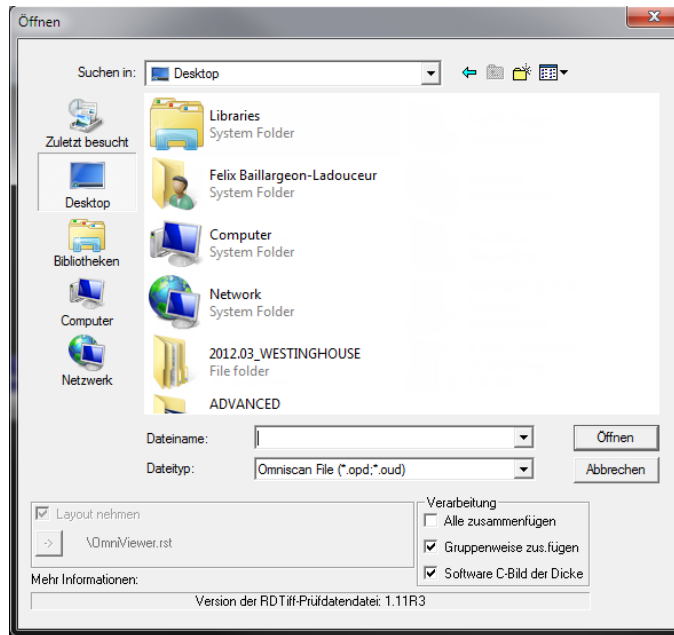

Abbildung 6-2 Dialogfeld Öffnen
1. Klicken Sie in der **Komponenten-Symbolleiste** auf die Schaltfläche  (Umsetzung von OmniScan-Dateien) (siehe Abbildung 6-2 auf Seite 338).